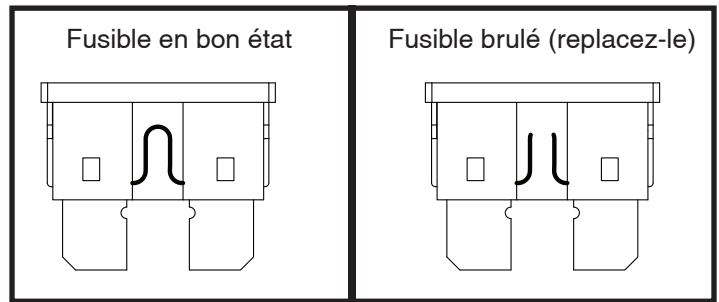

Figure 33. Le remplacement des fusibles
2. Examinez-le pour vérifier s'il est brûlé. **Voir la figure 33.**